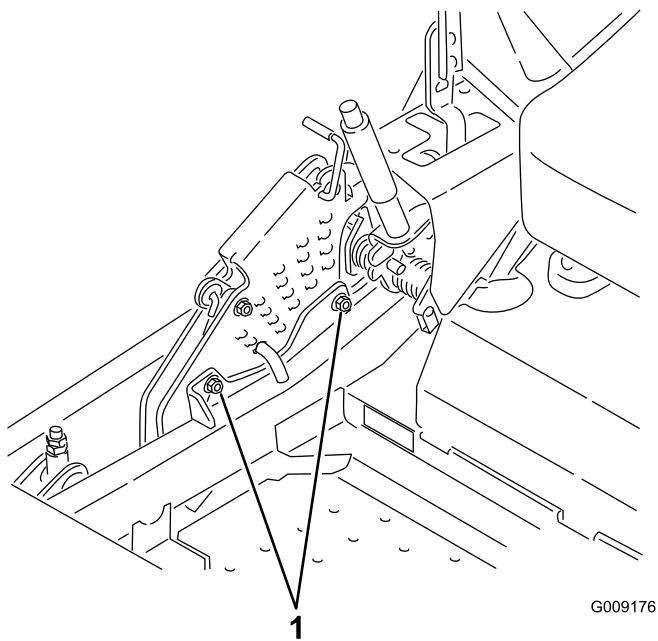

**Figura 88**
- 9. En ambos lados de la carcasa, mida desde la superficie nivelada hasta la punta delantera de la cuchilla (Posición A). La medida debe ser de 7,6 cm (3 pulg.) (Figura 88).
15. En ambos lados de la carcasa, mida desde la superficie nivelada hasta la punta trasera de la cuchilla (Posición B). La medida debe ser de 8,3 cm (3-1/4 pulg.) (Figura 88).